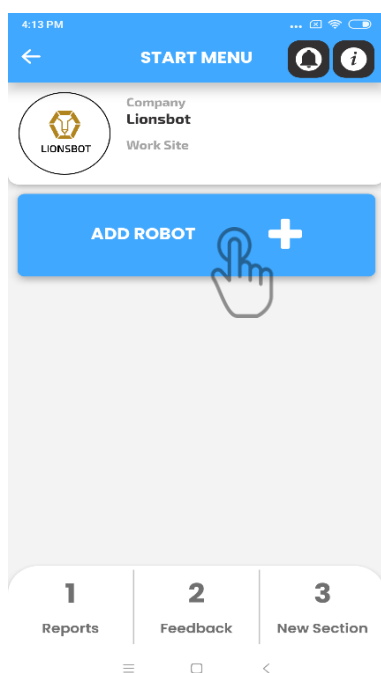

Fig. 1
1. Klik op "ROBOT TOEVOEGEN" op de pagina Robot en Faciliteit (Fig. 1).